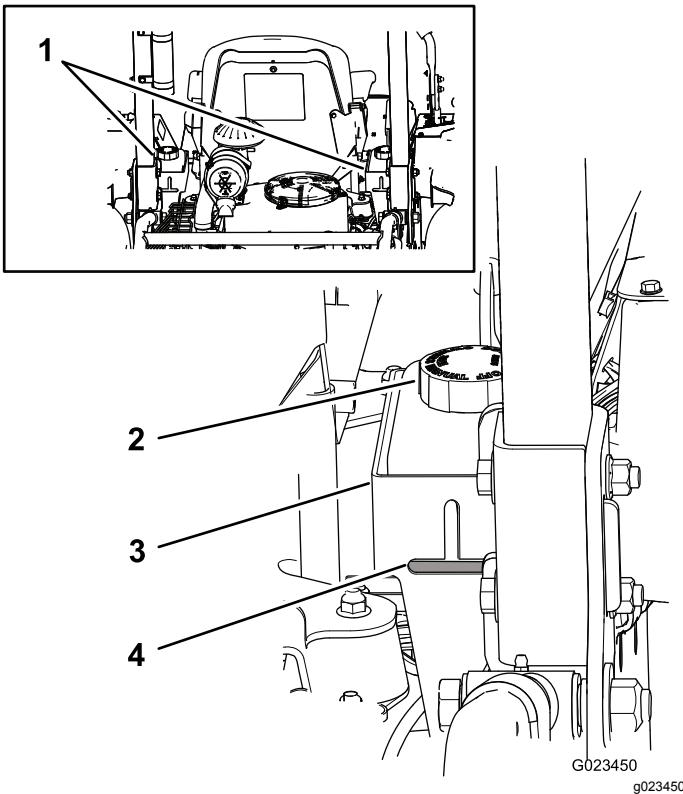

Figura 17
Os reservatórios da máquina são cheios na fábrica com fluido hidráulico de alta qualidade. A melhor altura para verificar o fluido hidráulico é quando o fluido está frio. A máquina deve estar na configuração de transporte. Se o nível do fluido estiver abaixo da parte superior da parte horizontal da janela de visualização na traseira dos reservatórios hidráulicos (Figura 17), adicione óleo até que fique num nível aceitável. **Não encha muito os depósitos.** Se o nível do fluido estiver na parte superior da parte horizontal da janela de visualização, não é necessário adicionar fluido. O fluido de substituição recomendado é o seguinte:
Nota: O nível do fluido deve estar na parte inferior de cada uma das aberturas, conforme indicado na Figura 17.
- A. Limpe a área em torno das tampas dos depósitos do fluido para evitar que entrem detritos no sistema (Figura 17).